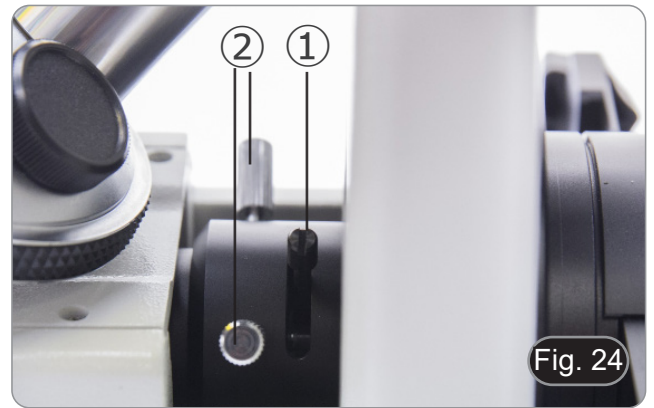

Fig. 24
2. Girar la palanca del diafragma de campo ① para cerrar completamente el diafragma. (Fig. 24)
3. Girar los dos tornillos de centrado ② para colocar la imagen del diafragma en el centro del campo de visión.